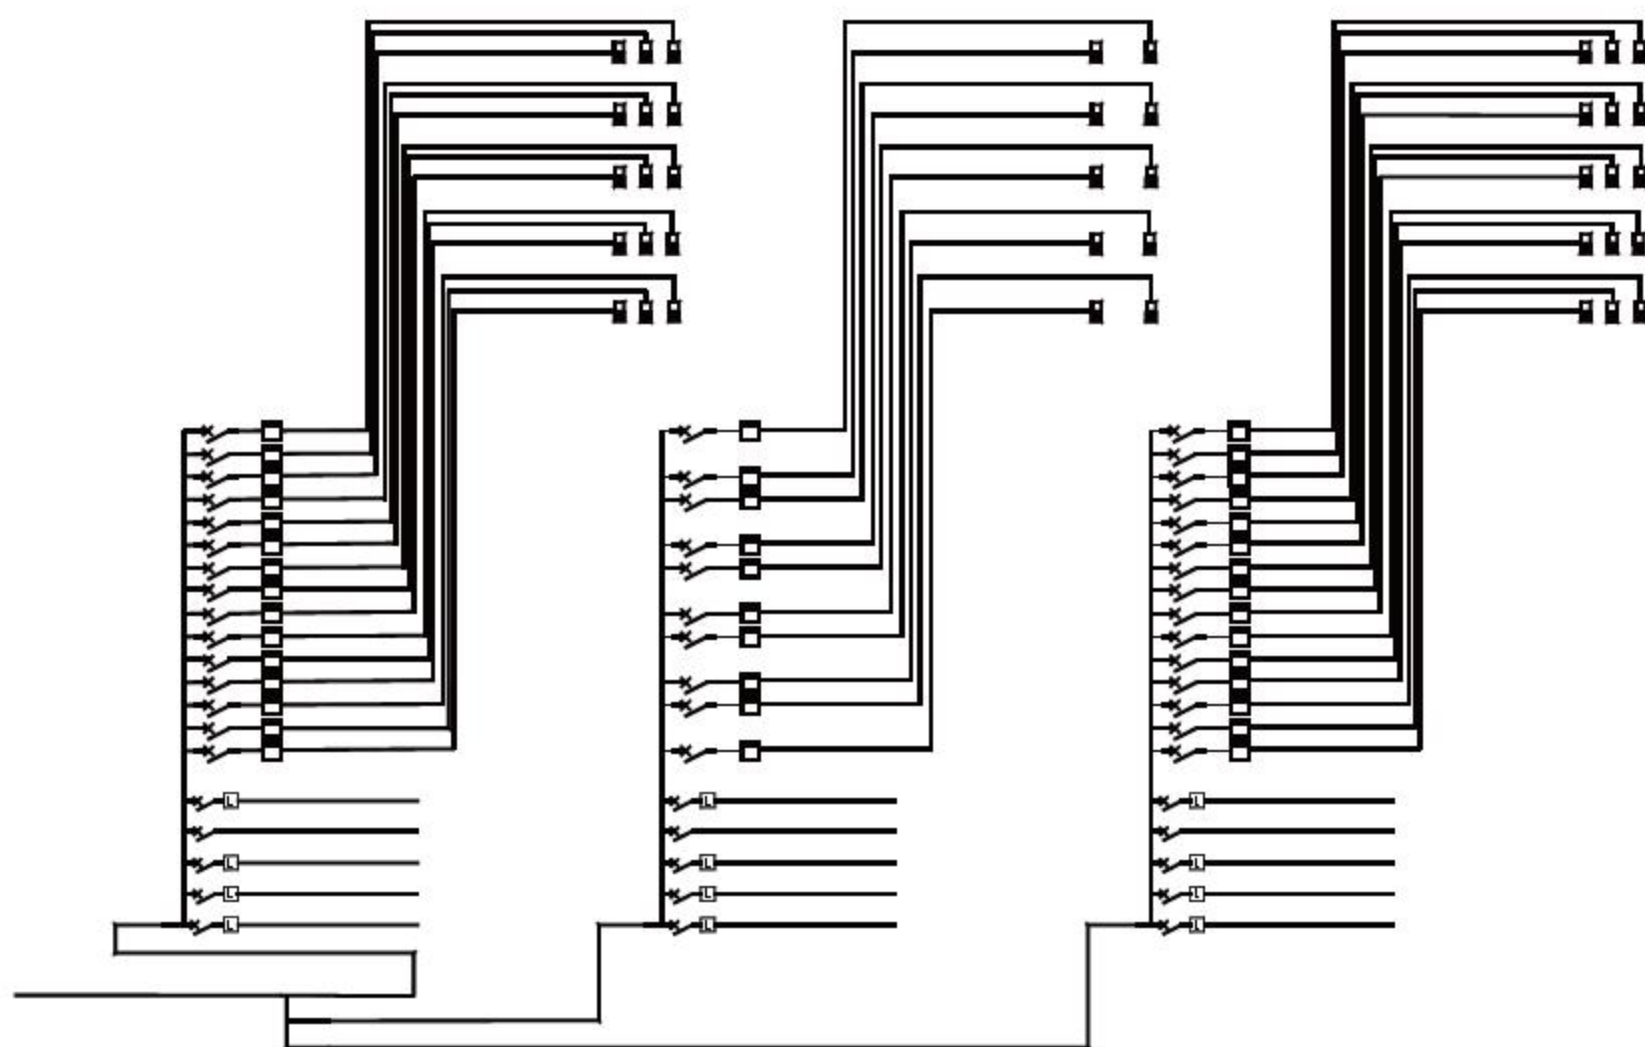

图13-9 绘制线路
**08** 调用PL【多段线】命令，绘制线路连接各照明系统支路，结果如图13-9所示。